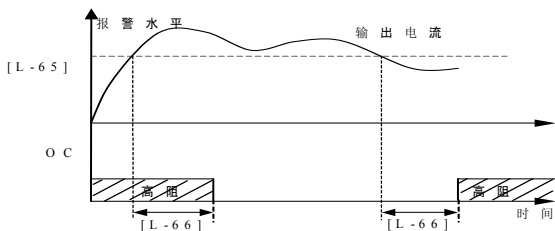

图 5-22 过载报警示意图号
- (1) FDT 水平由参数 L-59 设定, [b-0]=0 时, 固定为 10.0Hz。
- (2) 延时时间由参数 L-60 设定, [b-0]=0 时, 固定为 2 秒。
- 3: **过载报警**。当变频器的输出电流超过过载报警水平时, 经过设定的报警延时时间后, 输出有效信号 (低电平)。当变频器的输出电流低于过载报警水平时, 经过同样的延时时间后, 输出无效信号 (高阻)。过载报警示意图如图 5-22 所示。
如果输出电流连续超过参数 L-65 设定的电平, 经过 L-66 设定的延迟时间后, 输出有效信号。其中 L-66 与电流下限 (相对于额定电流的百分比) 复用, 当变频器输出电流低于此值时, 输出有效信号。(OC1、OC2 或继电器端子, 参阅图 5-22 及参数 L-59、L-60、L-61 的相关说明。)